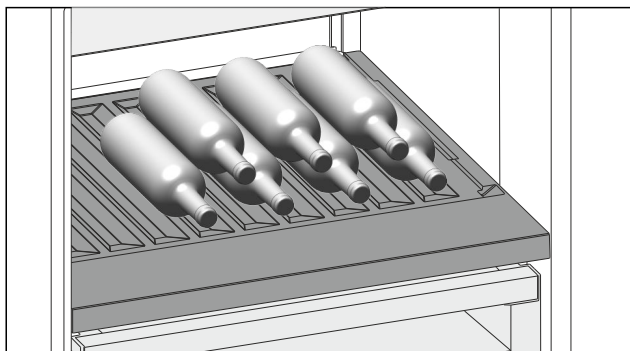

Fig. 157
- Поставяйте бутилките с дъното назад към задната стена. (виж Fig. 157)